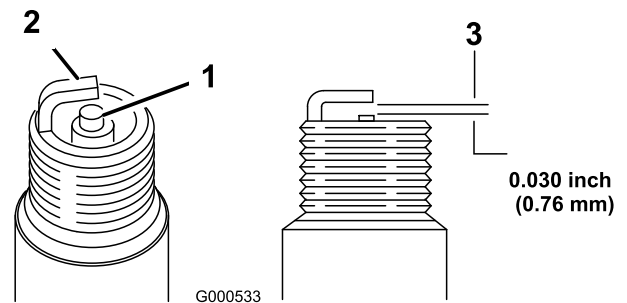

Bild 53
1. Sehen Sie sich die Mitte der Zündkerzen an (Bild 53).
2. Prüfen Sie den Abstand zwischen der mittleren und der seitlichen Elektrode (Bild 53) und biegen Sie die seitliche Elektrode, wenn der Abstand falsch ist.